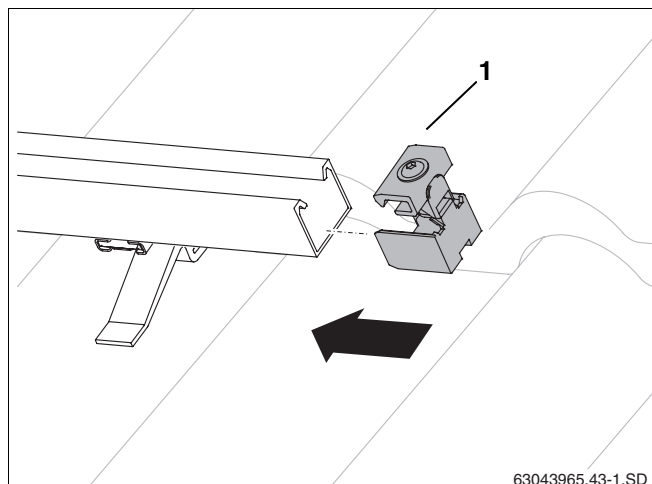

Fig. 42 Inserimento dei giunti di collegamento unilaterali per collettore
- Spingere i giunti di collegamento unilaterali (fig. 42, **pos. 1**) nelle guide profilate all'estremità destra del campo di collettori, finché non si saranno agganciati nel primo foro oblungo delle guide profilate.